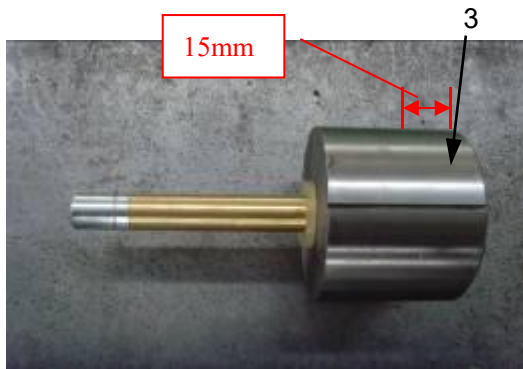

图 7 柱塞头部磨损位置示意图
- a 检查柱塞头部（图 7）磨损划痕情况，距端面 15mm 的圆周表面内磨损达 70% 以上，须更换柱塞；